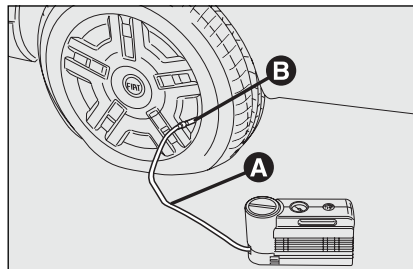

fig. 12
- Trek de handrem aan.** Draai de ventieldop van de band los, neem de vulbuis **A**-fig. 12 uit en draai de ring **B** op het ventiel van de band;